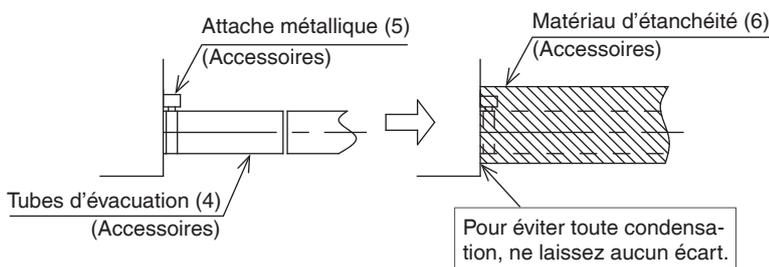

Fig. 6
- Veillez à utiliser le tube d'évacuation (4) et l'attache métallique (5) fournis.
En outre, insérez le tube d'évacuation (4) bien à fond dans la prise d'évacuation, et serrez l'attache métallique (5) à sa place à la base de la prise d'évacuation. (**Reportez-vous aux Fig. 6 et 8.**)
- Fixez le matériau d'étanchéité (6) fourni sur l'attache métallique (5) dans le sens de la flèche en commençant à la base du tube d'évacuation (4) pour fixer l'isolant. (**Reportez-vous aux Fig. 6 et 8.**)